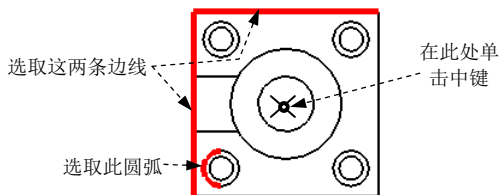

图 5.2.31 选取边线
Step3. 先选取图 5.2.31 所示的圆弧，然后在“选择参考”对话框中单击  按钮，按住 Ctrl 键，选取图 5.2.31 所示的两条边线，在图 5.2.31 所示的位置单击中键放置尺寸。